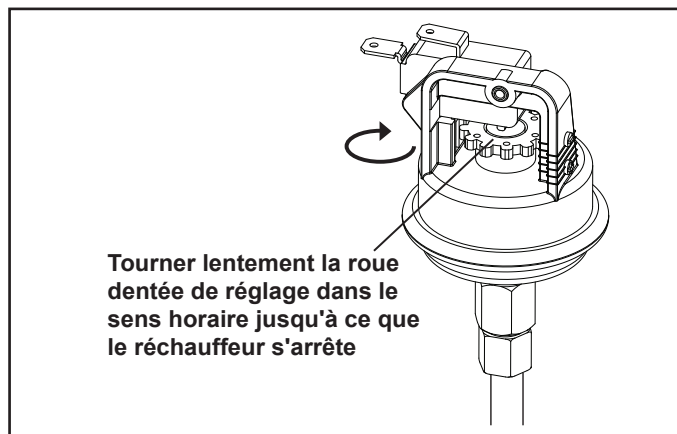

Figure 16. Régler le pressostat
5. Avec les doigts, tournez la roue dentée de réglage très lentement dans le sens horaire jusqu'à ce que le réchauffeur s'arrête. (Voir la figure 16.)